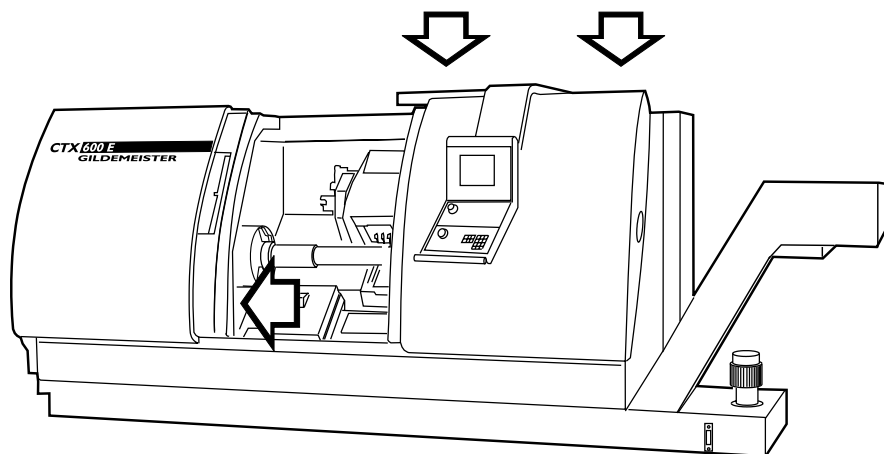

Abbildung 1-16
- Entfernen Sie alle Transportsicherungen (**rot**) (siehe Abbildung 1-16 bis 1-22).